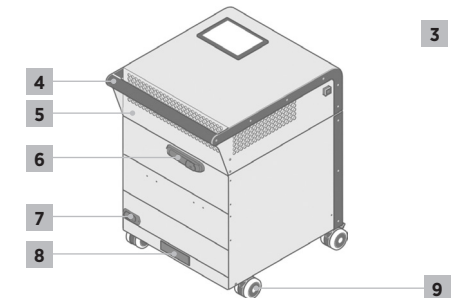

Figure 4: Vue arrière du TK 850
1. Branchez le câble d'alimentation fourni à la prise d'alimentation encastrée située au dos de l'appareil (voir Figure 4, pos. 7, page 13).
3. Allumez l'appareil au moyen de l'interrupteur principal situé à côté de la prise d'alimentation (voir Figure 4, pos. 7, page 13).